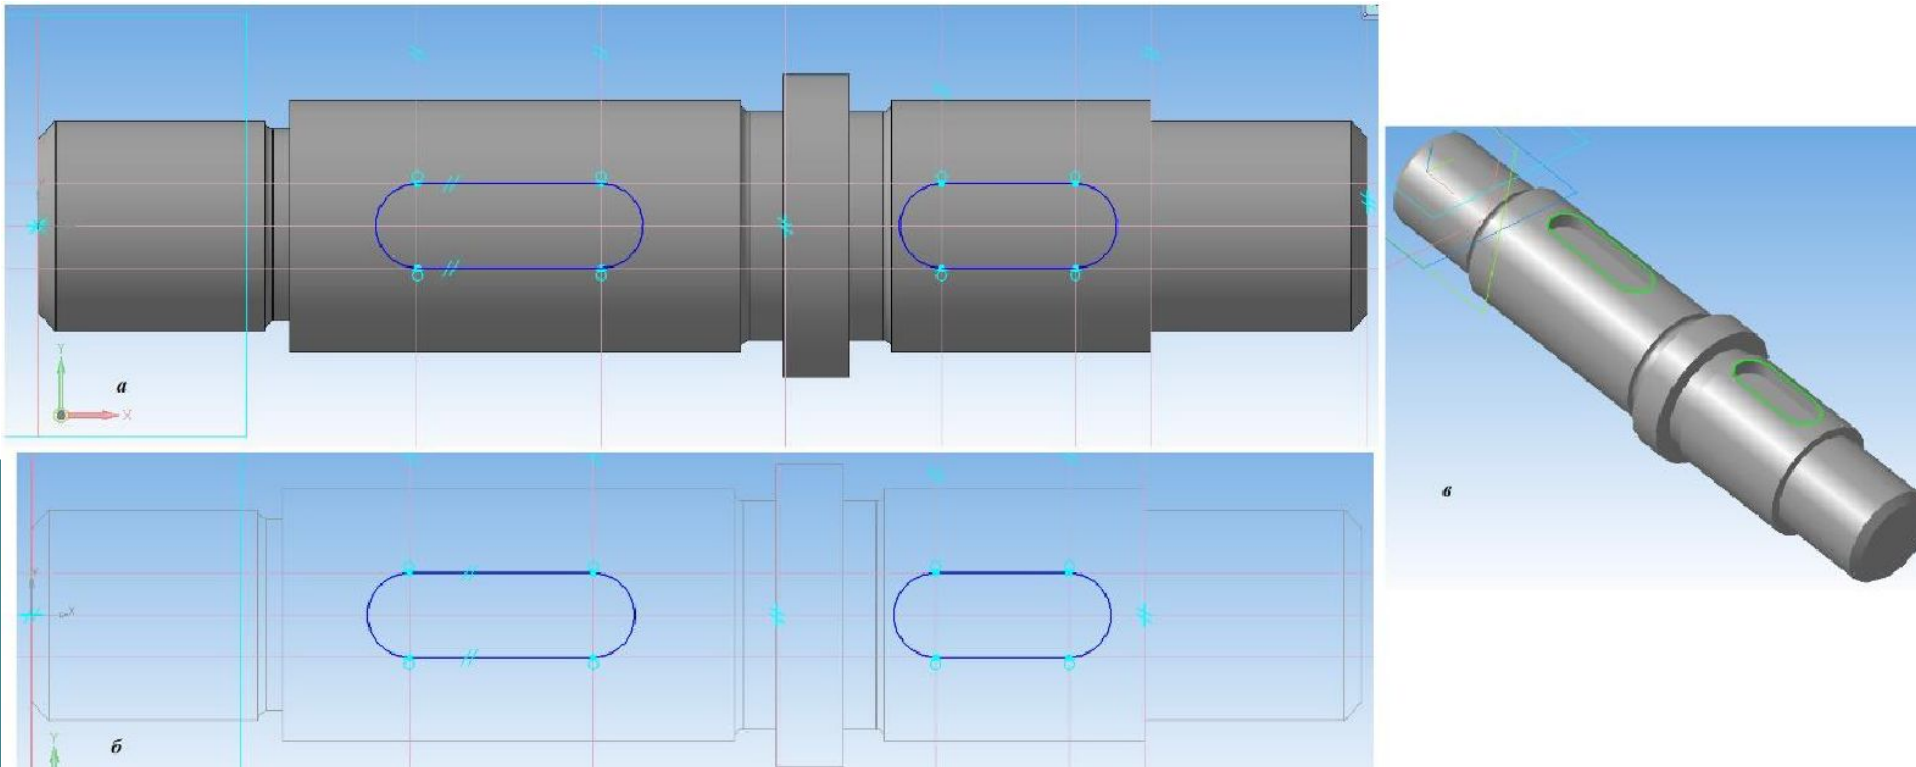

Рисунок 3.12 – Создание пазов
- Открываем деталь (рисунок 16.9) и работаем с ней дальше по чертежу. Создаем пазы с помощью **Смещенной плоскости**, **вспомогательных прямых** и **Вырезания выдавливанием** (рисунок 3.12, *а, в*).
- Можно воспользоваться командой **Каркас** в **Меню инструментальной панели** (рисунок 3.12, *б*), если так удобнее работать.